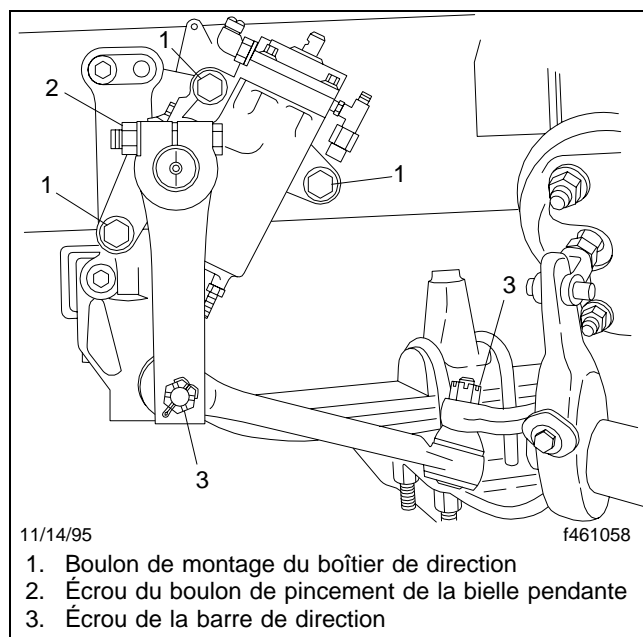

Fig. 11.2, Fixations du boîtier de direction
5. Examinez les boulons de montage du boîtier de direction, l'écrou de la bielle pendante et les écrous de la barre de direction pour vous assurer qu'ils sont tous bien serrés. Voir la **figure 11.2**. Inspectez l'arbre d'entraînement de la direction et la timonerie de direction pour voir s'ils ne sont pas desserrés ou endommagés. Le cas échéant, vérifiez les écrous des joints à rotule et les boulons de montage du vérin sur le côté droit pour vous assurer qu'ils sont bien serrés. Serrez les écrous desserrés et remplacez les pièces endommagées au besoin. Reportez-vous au **Groupe 46** du manuel d'atelier des camions Columbia (en anglais).